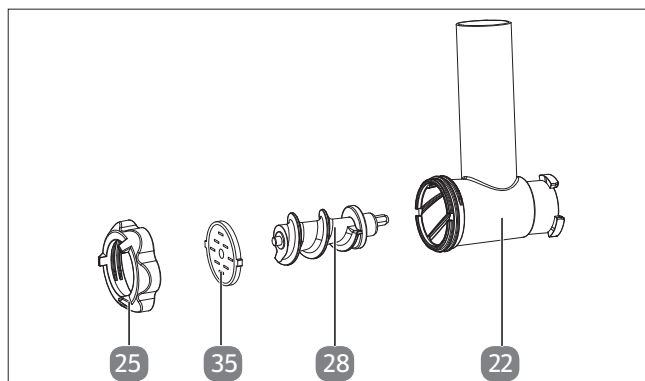

Fig. 23 – Accessoires pour pâtes
1. Assemblez les accessoires comme indiqué sur la figure. (voir Fig. 23).